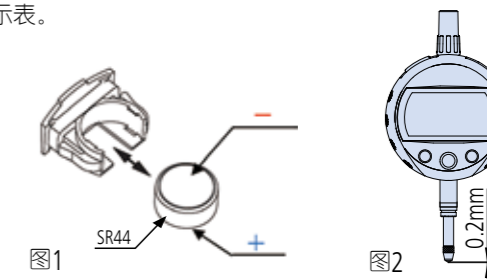

图1
3. 请使用SR44(No.938882)电池。(图1)
5. 测杆相对于基准面和被测量面是倾斜的状态时，会产生测量误差。(图1)此外，基准面的凹凸起伏同样也会造成测量误差，请注意。